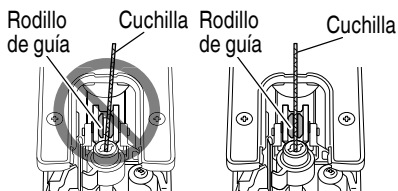

Fig. 3
- No toque la palanca mientras se está moviendo el rodillo de guía. (Fig. 3)